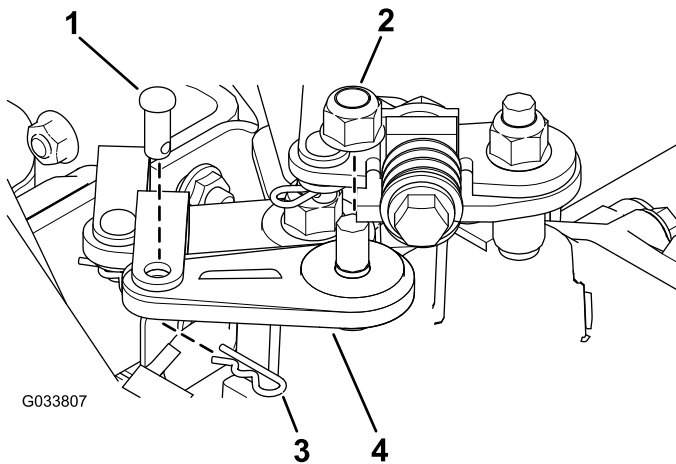

Bild 2
2. Montieren Sie den Schalthebel mit der zuvor entfernten Sicherungsmutter (M10), dem Splint und dem Lastösenbolzen (Bild 2).